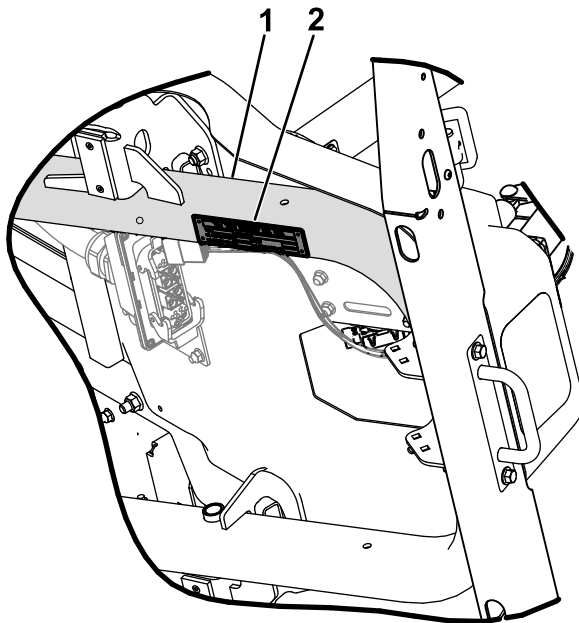

Figura 36
3. Passate il fondo del telaio e la targa del numero di serie con un panno all'alcol (Figura 36).